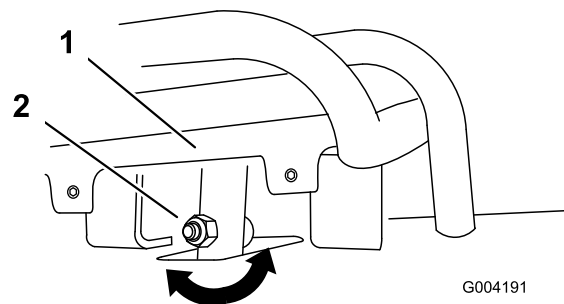
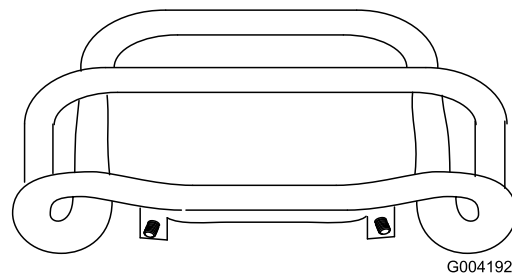

Figura 51
Figura 52
4. Se la parte anteriore del comando della trazione non rimane dritta e a filo con la barra di riferimento, allentare il dado flangiato e imbullonare lo stelo del comando della trazione (Figura 51).
5. Regolare il comando della trazione in modo che rimanga a filo con la barra di riferimento quando viene tirato all'indietro (Figura 51 e Figura 52).